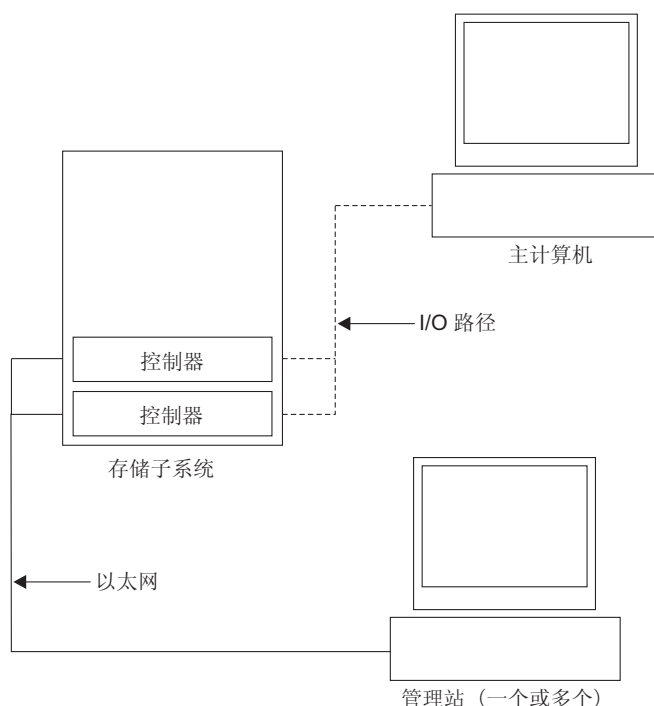

图 39. 直接（频带外）管理方法
本部分只适用于直接（频带外）管理配置。如果您的配置使用主机代理（频带内）管理，请跳过本部分。使用 DCS3700 系统存储控制器后部的以太网管理端口来直接管理存储子系统（请参阅第 59 页的图 39）。
**直接（频带外）管理方法：** 将使用从管理站到存储子系统中各个控制器的以太网连接。您必须至少安装一个管理站。管理站可以是主机或以太网上的工作站。客户机软件安装在管理站上。将以太网电缆连接到每个管理站（每个存储子系统连接一对）。在稍后安装存储子系统时，您会将这些电缆连接到每个存储系统控制器。第 59 页的图 39 显示了直接（频带外）管理方法。